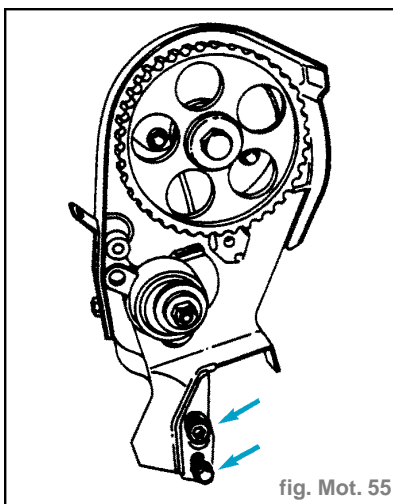

fig. Mot. 55
- les deux vis de fixation du carter supérieur intérieur de distribution (fig. Mot. 55),